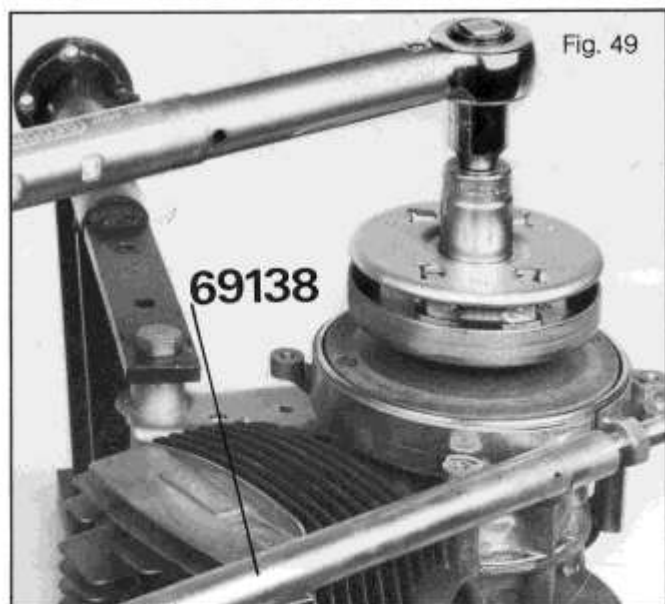

Fig. 49
- Débloquer l'écrou (W) en utilisant l'outil 69138 pour maintenir le tambour de l'embrayage (*figure 49*).